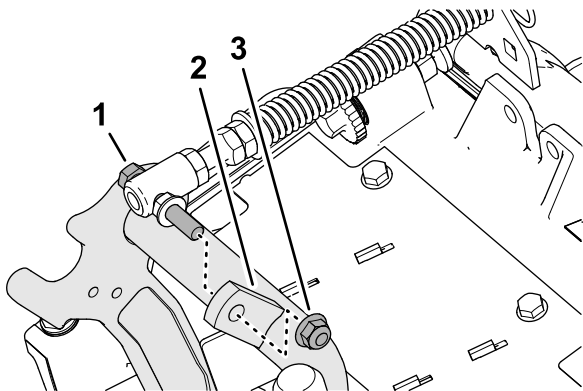

Bild 12
3. Entfernen Sie die Sicherungsbundmutter ($\frac{3}{8}$ "), mit der die Kopfschraube der Rasenkompensierungsfeder an der rechten Lasche des Trägerschienen befestigt ist, und nehmen Sie die Kompensationsfeder vom Mähwerk ab (Bild 12).